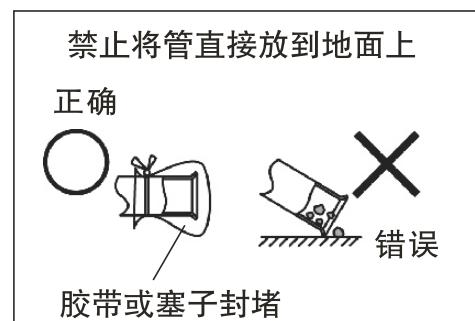

图 19
- 在管端部设封帽或用乙烯带扎紧，不要直接放在地上。(图 19)